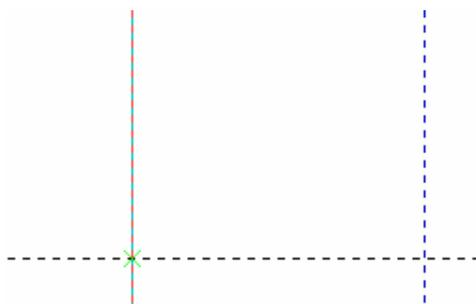

Рис. 1.5
4. Создать линию построения, соответствующую горизонтальному размеру 150 мм. Для этого выберем в автомюню команды «Построения|Прямая» пиктограмму . Далее выбрать прямую относительно которой должен быть построен размер 150 мм, т.е. выбрать вертикальную линию (ось относительной системы координат). Выбор этой линии осуществляется либо с помощью курсора мыши, либо нажатием клавиши клавиатуры <L>. В результате за курсором будет перемещаться прямая линия (рис. 1.5).